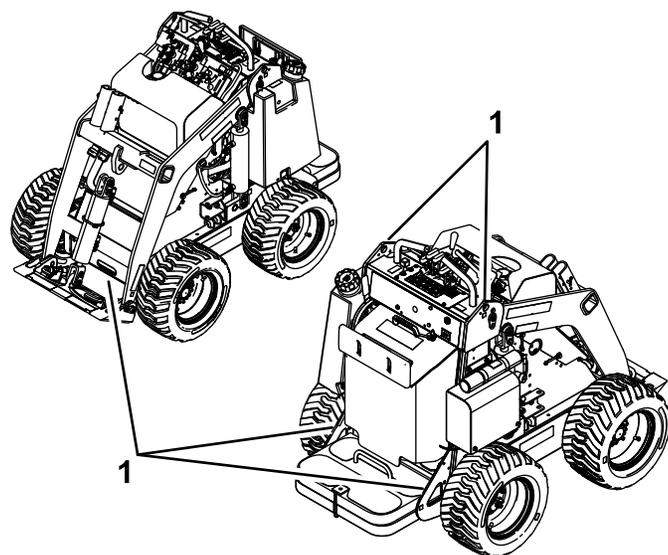

図 18
8. 機体についているロープ掛けポイントを使い、チェーンやロープ、ワイヤなど適切なものでしっかりと機体をトレーラに固定する 図 18。ロープ掛けや積荷固定については各地域の法令などに従ってください。
ロープ掛けポイントを吊り上げポイントとして利用することができます 図 18を参照。